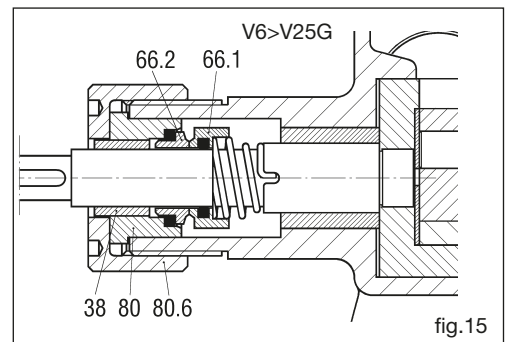

fig.15
**11.8 Démontage de la garniture mécanique ST5, ST6 (pompes en fonte de V6 à V 25) (fig. 15)**
- ❑ Dévisser le couvercle (80.6), enlever le porte-garniture (80) ainsi que la partie fixe (66.2) de la garniture mécanique.